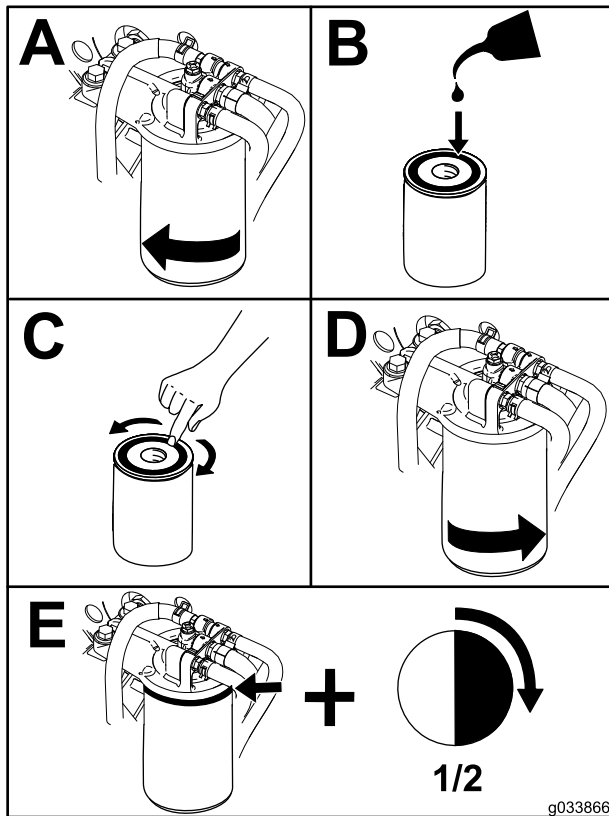

Figura 76
1. Limpie la zona alrededor del cabezal del filtro (Figura 76).